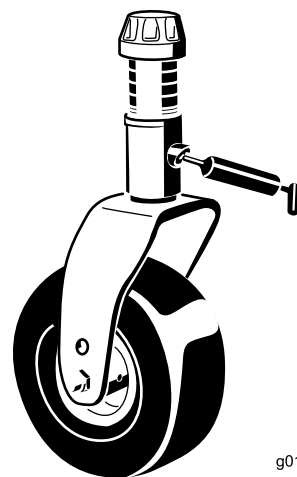

Figure 67
- 2 bagues d'axe de fourche de roue pivotante (Figure 67)